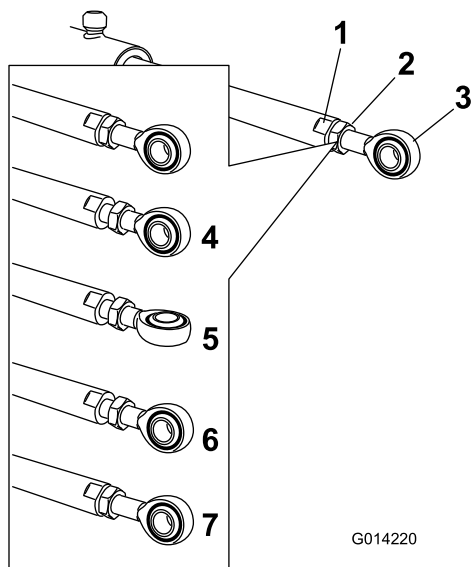

Figura 100
5. Utilizzate una chiave sui lati piatti dell'asta dell'attuatore per immobilizzarla, poi allentate il controdado per consentire la regolazione dell'asta dell'occhiello (Figura 100).
6. Girate l'asta dell'occhio nell'asta dell'attuatore per accorciare o allungare l'attuatore esteso nella posizione desiderata (Figura 100).